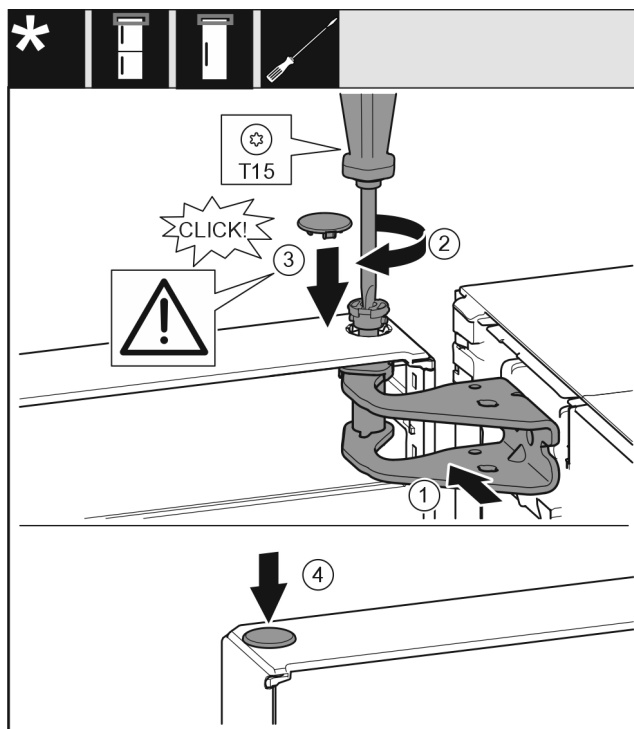

Fig. 19
- ▶ Duris viršuje išlygiuokite į atraminės gembės angą. Fig. 19 (1)
- ▶ Įstatykite varžtą ir tvirtai prisukite atsuktuvu T15. Fig. 19 (2)
- ▶ Durims užfiksuoti sumontuokite apsauginę dengiamąją plokštelę: uždėkite apsauginę dengiamąją plokštelę ir patikrinkite, ar ji priglundą prie durų. Kitu atveju įstatykite iki galo varžtą. Fig. 19 (3)
- ▶ Įstatykite kaištį. Fig. 19 (4)